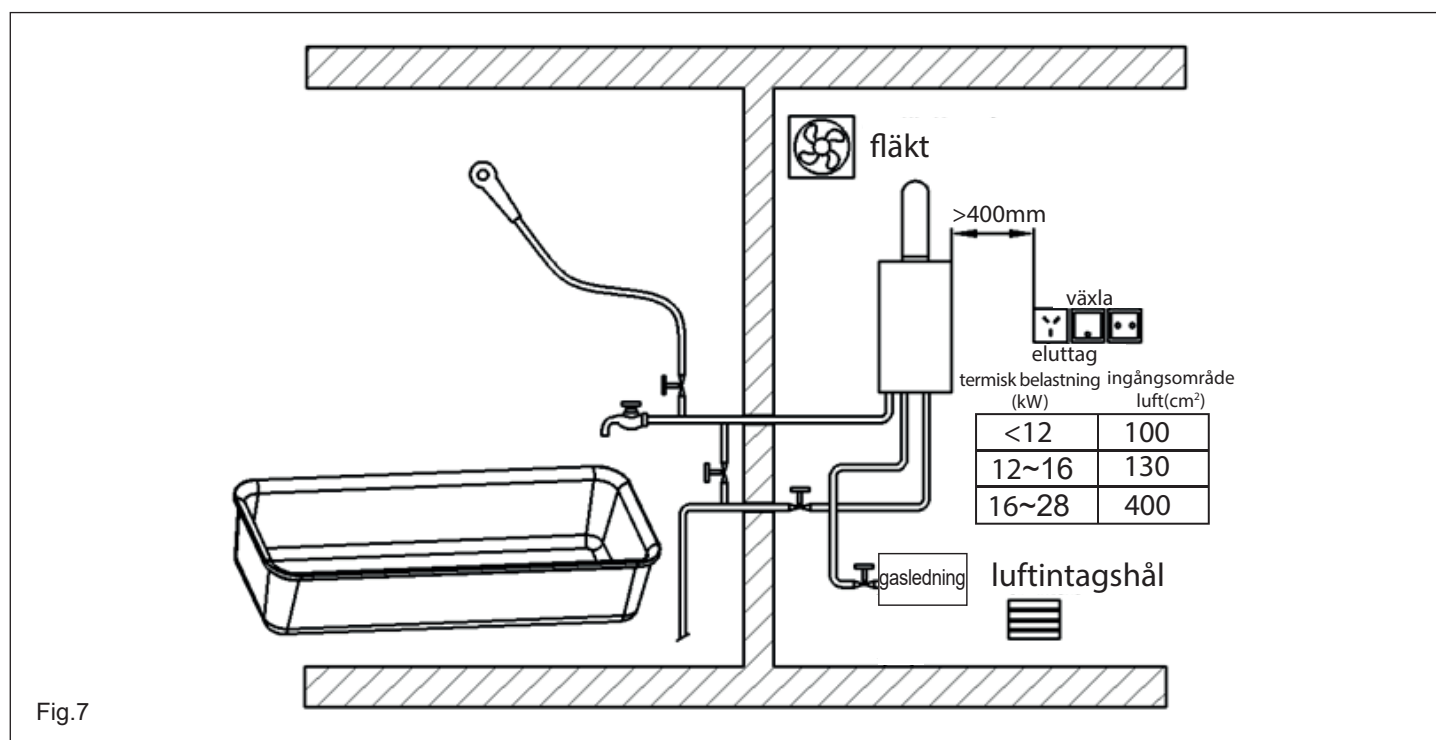

Fig.7
- Ett ventilationshål och ett luftintagshål som förbinder med utsidan måste borraras i väggen, och hålens dimensioner får inte vara mindre än de som anges i tabellen i fig.7. Eventuell ventilationsfläkt måste monteras ovanför apparaten och luftintagshålens nivå måste vara lägre än apparatens. Apparaten måste placeras på ett avstånd av minst 400 mm från elektriska brytare (fig. 7) och inga kablar eller annan elektrisk utrustning får placeras ovanpå apparaten.